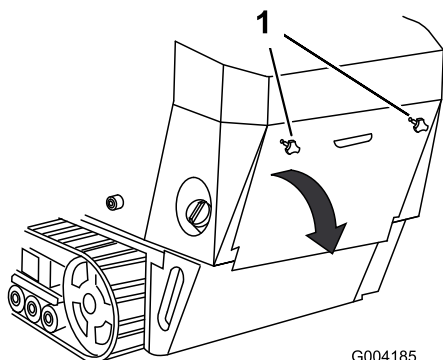

Figura 30
1. Desenrosque los 2 pomos que fijan la tapa de acceso trasera a la máquina (Figura 30).
2. Baje la tapa de acceso trasera y retírela para tener acceso a los componentes internos (Figura 30).